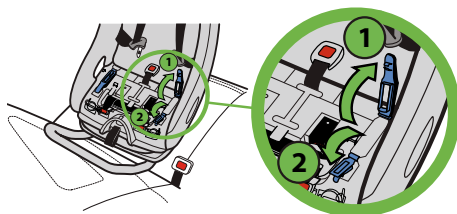

Figura 56
Si se coloca con el cinturón de regazo y hombro, abra (1) de los broches del cinturón para la posición viendo hacia atrás, como se muestra en la **figura 56**. Puede utilizar cualquiera de los broches que ofrezca la instalación más segura.